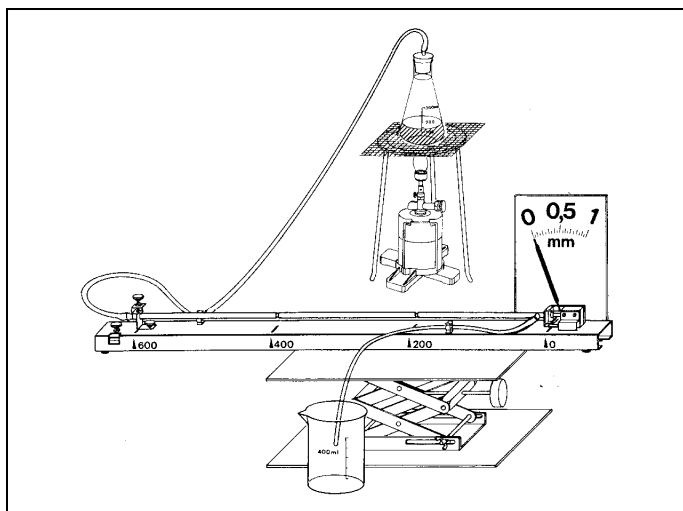

Fig. 2
*Erwärmung durch Wasserdampf (s. Fig. 2)*
*Direktes Ablesen der Längenänderung auf der zum Lieferumfang des Ausdehnungsapparates gehörenden Skala (Fig. 2)*
*Heating by water steam (see Fig. 2)*
*Direct reading of the changes in length on the scale of the expansion apparatus (Fig. 2)*
Nach Anschluß der Schläuche (Fig. 2) Zeiger ⑦ erforderlichenfalls so auf seiner Achse drehen, daß er auf den Skalennullpunkt weist;
Auffanggefäß wie in Fig. 2 unter den Schlauch stellen.
After connecting the rubber tubings, set the pointer ⑦ to zero according to Fig. 2.
Place a collecting vessel below the tube as shown in Fig. 2.